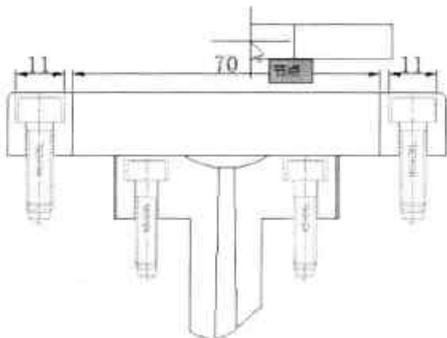

图9-50 指定公差插入点
Step 05 单击“确定”按钮，在绘图区中指定公差值插入点，完成形位公差的标注，结果如图9-50、9-51所示。